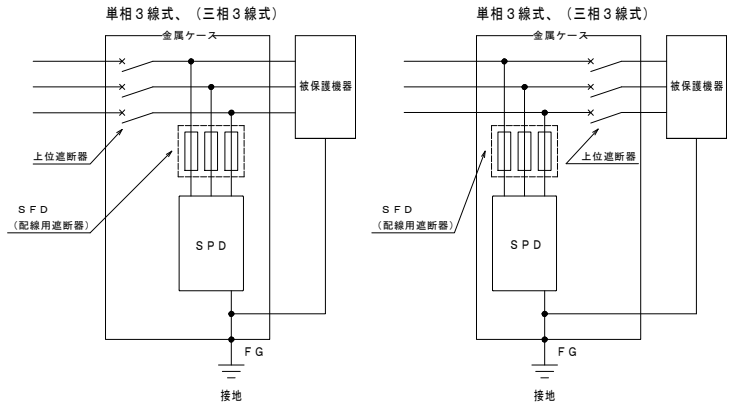

図2
- (1) SPDが劣化又は故障した場合にSPDの発火や上位遮断器の遮断動作による停電リスクを低減させるためにSPD用の保護ヒューズ（以下、SFD 弊社製型式：DU20kA）を設置してください。また、SPD、SFDまたは配線用遮断器、上位遮断器との接続方法は図2を参考に設置してください。
- (2) 上位遮断器の定格が50A以上の場合は、図2(a)に示すように上位遮断器の二次側にSFDまたは配線用遮断器を設置してください。
- (3) 上位遮断器の定格が50A未満の場合は、図2(b)に示すように上位遮断器の一次側にSFDまたは配線用遮断器を設置してください。
- (4) SPDの接地は、良好な接地（接地抵抗10Ω以下が好ましい）に接続してください。